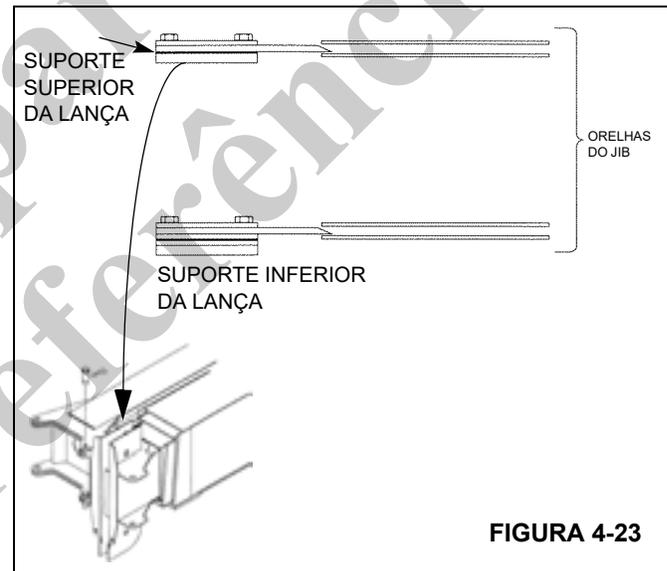

FIGURA 4-23
6. Retraia lentamente a lança até que as orelhas do jib estejam dentro de 13 mm (0.50 pol.) dos conjuntos das orelhas na primeira seção da lança. Observe o alinhamento vertical das orelhas do jib e dos conjuntos das orelhas e inclua ou remova calços até que o jib fique apoiado pelas orelhas do jib. Normalmente, o jib ficará apoiado somente no suporte superior, Figura 4-23.